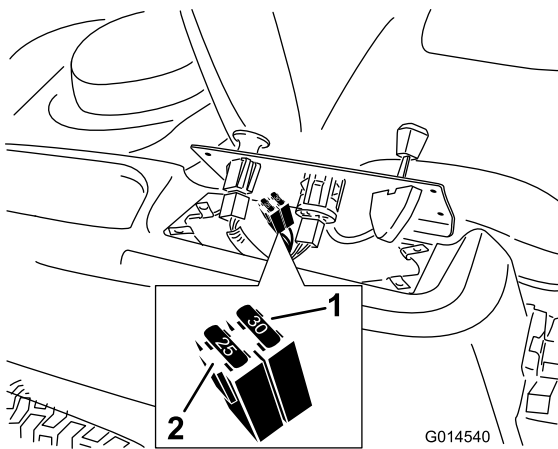

Figura 37
2. Levante el panel de control para tener acceso al arnés de cables principal y al bloque de fusibles (Figura 37).
3. Para cambiar un fusible, tire del fusible para retirarlo (Figura 37).